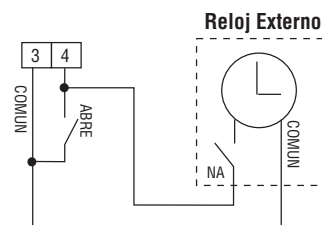

FIG. 12
- Se aconseja efectuar todas las conexiones eléctricas del dib. n° 4136, hoja introducida en el programador electrónico, en la que se esquematiza y describe su funcionamiento y la inserción del radio/transmisor en automático. Fig. 12.